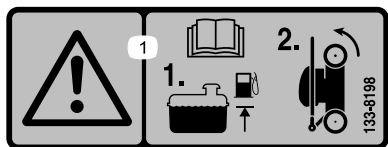

図 15
- 機体を立てて格納する時には、タンク内の燃料の量が、このオペレーターズマニュアルに記載されている高さ未満とすることエンジンに貼り付けてあるエンジンメーカーのステッカーを参照 図 15。